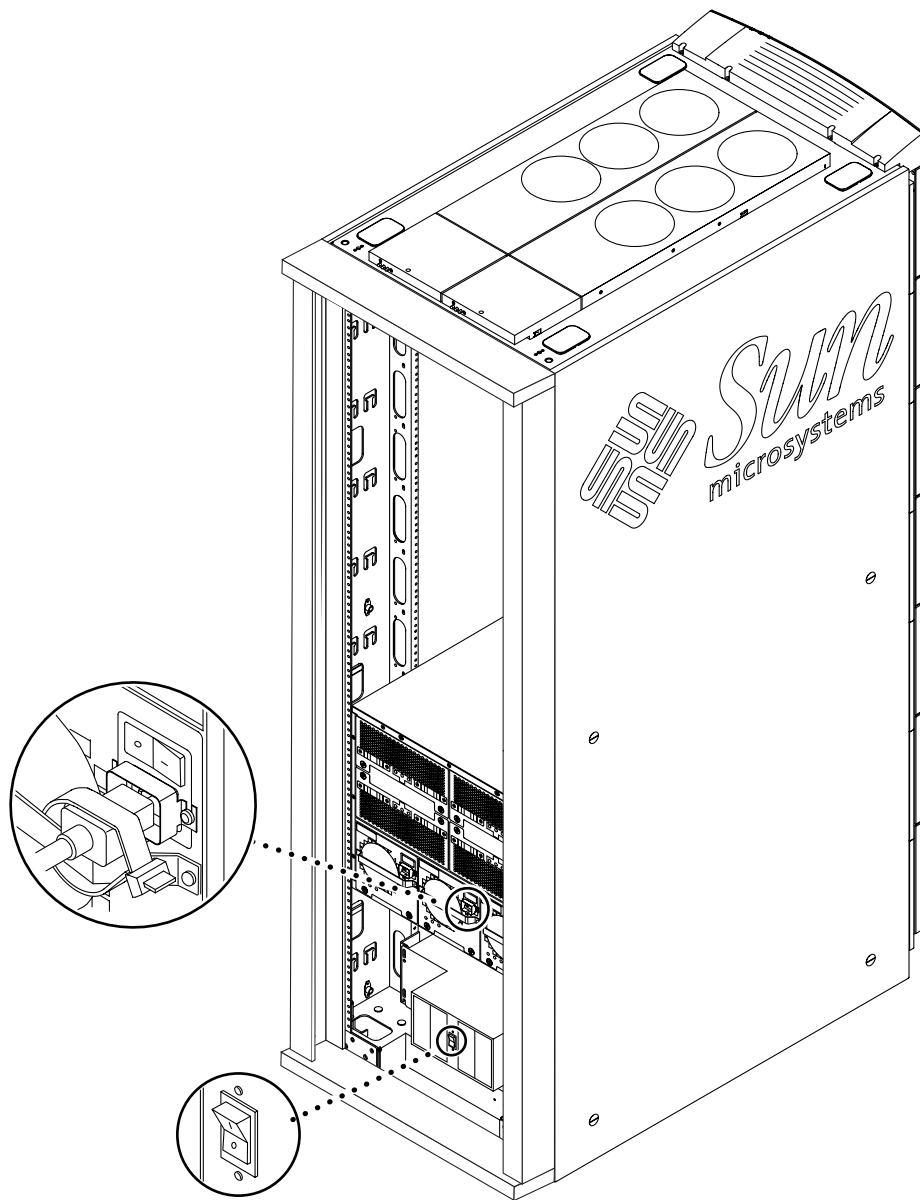

图 3-6 安装在 Sun Fire 3800 系统上的机柜的电源开关位置
1. 确保 Sun Fire 机柜上的各个电源开关均设为关闭（图 3-6）。